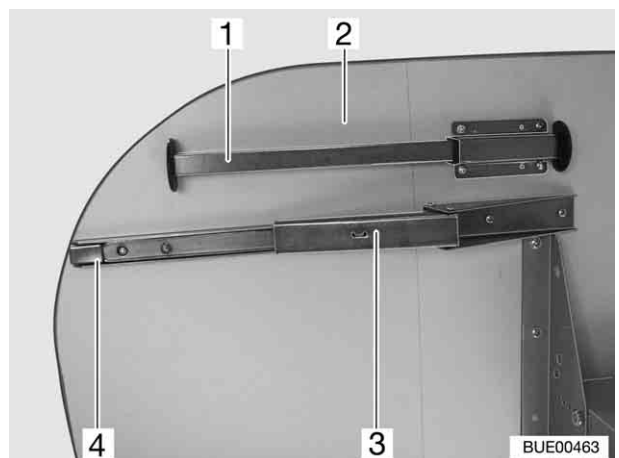

Fig. 66 Rallonge de table
- Pousser les appuis (Fig. 66,1) vers l'extérieur.
- Pousser les appuis (Fig. 66,1) vers l'intérieur.
- Appuyer sur le bouton (Fig. 66,4). Le dispositif de blocage (Fig. 66,3) sera alors débloqué.
- Faire pivoter la rallonge de table (Fig. 66,2) vers le bas.